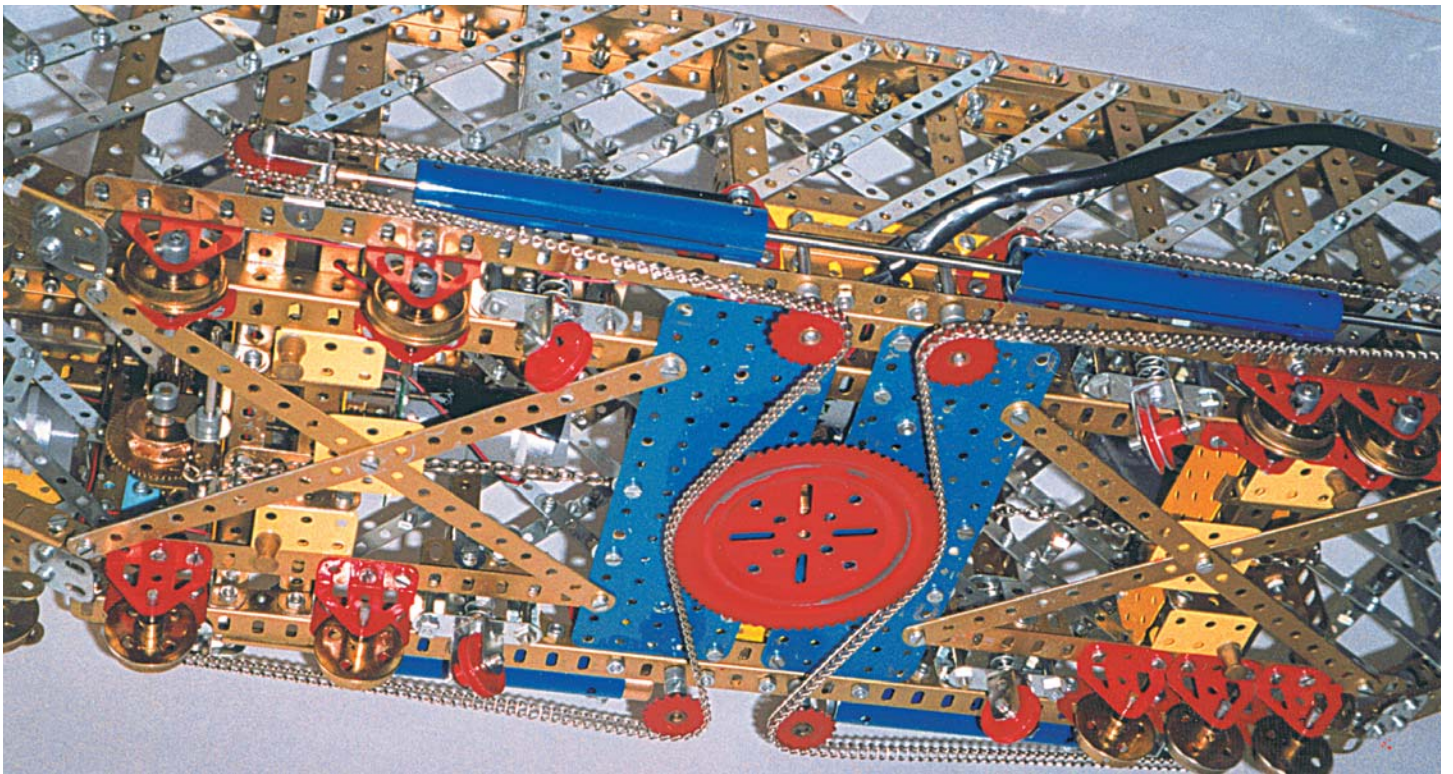
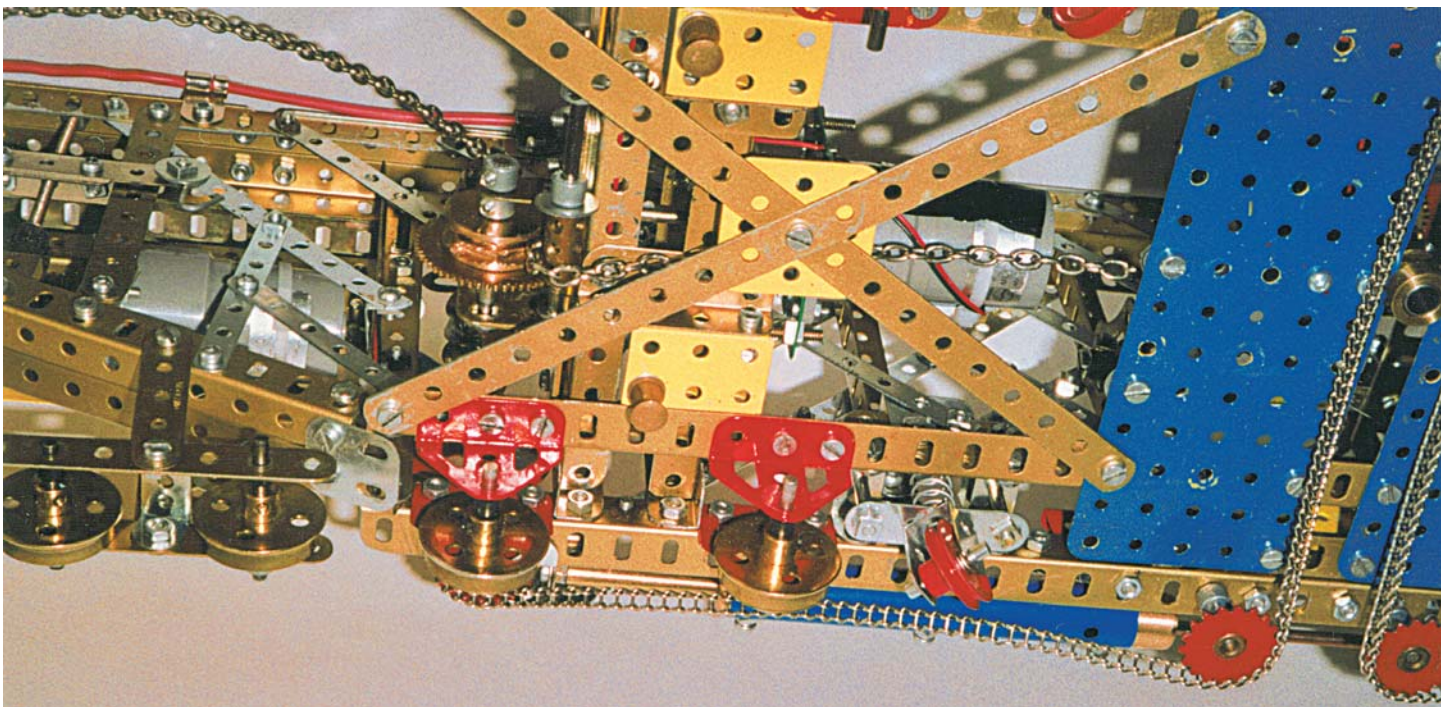
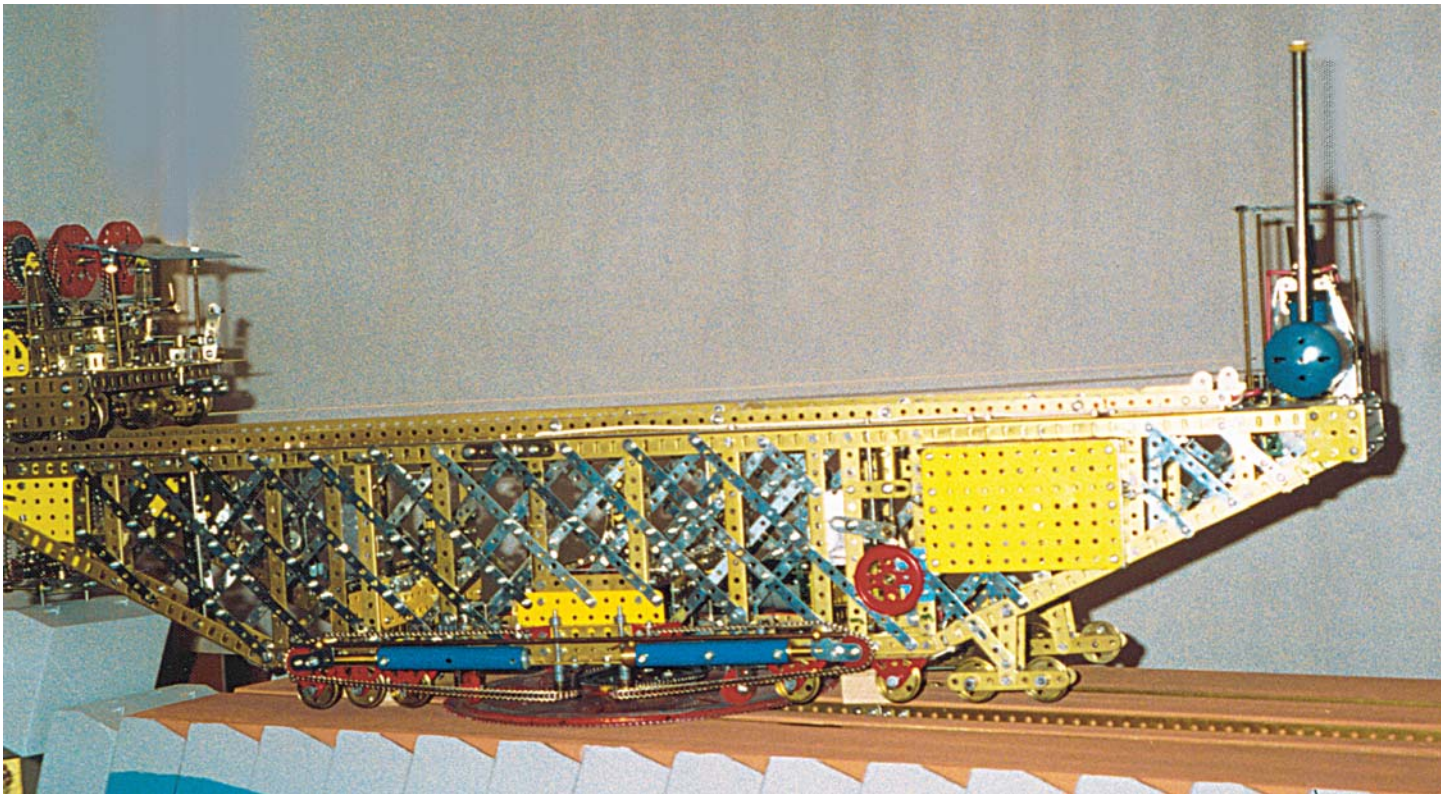
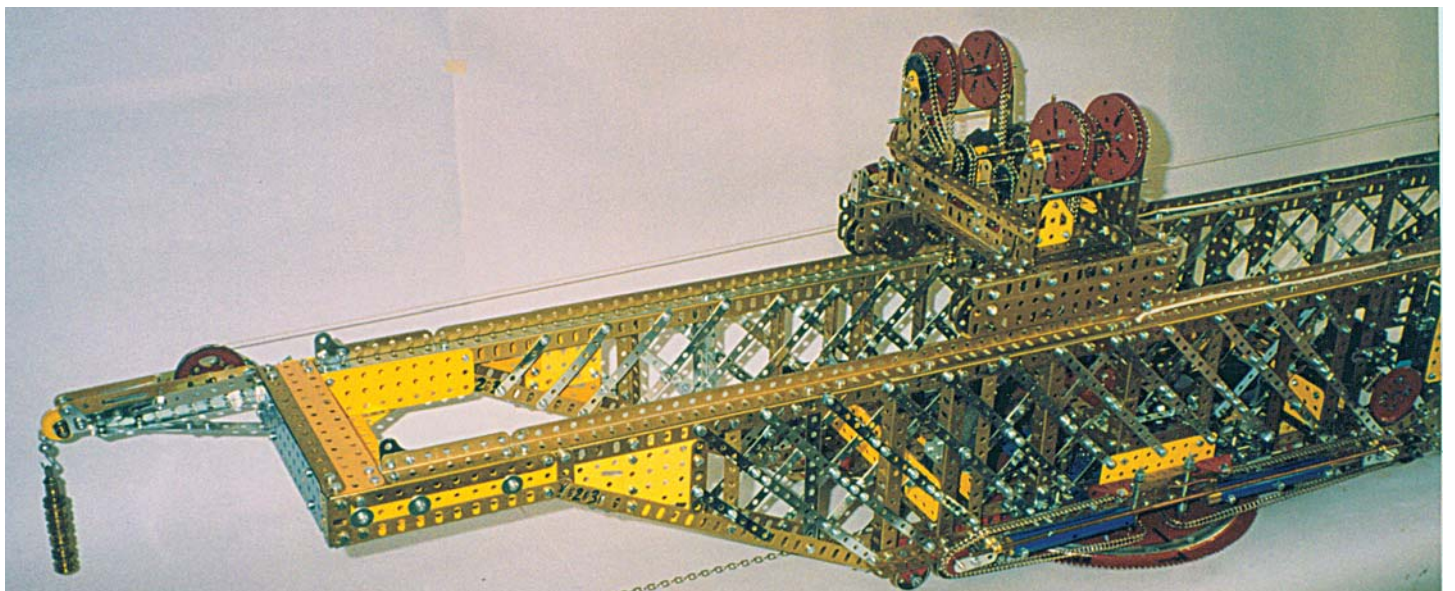

Figure 13
Figure 14
Figure 16
Figure 20
cano quatre tampons fixes visibles sur les figures 13 et 14, reposent sur des blocs en bois dont l'un est visible sous la grue (Fig. 16) sous la poulie n° 20a entre le socle brun et deux roues à boudin en laiton. Le bloc une fois suspendu et placé de manière que la grue soit pratiquement équilibrée au-dessus du vérin, ce dernier soulève l'ensemble (Fig. 12b).
Les blocs d'appui enlevés, le vérin laisse redescendre le tout afin que les roues supportant la rotation touchent la plaque d'appui (Fig. 14). Ces roues, poulies n° 22 en rouge, sont inclinées à 45° sur l'axe longitudinal de la grue (Fig. 13 & 14). Sur cette figure on voit, sous les roues, les ressorts supportant la grue. On peut alors faire pivoter grue et bloc à l'aide des vérins (Fig. 12c & 15 et en bleu sur les figures 13 & 19). Une fois la grue remise dans l'axe longitudinal de la jetée, elle est remise sur ses rails lorsque le vérin remonte en comprimant les ressorts des roues de guidage en rotation (Fig. 12d). La grue repose alors sur 14 roues à boudin (5 x 2 visibles Fig. 13 et 2 x 2 Fig. 16 à droite au-dessus des rails).
Une machine à vapeur auxiliaire, dont le volant est une poulie n° 20a visible Figure 16 & 19 sous l'angle gauche et bas de la plaque jaune, peut déplacer la grue en se tractant sur une chaîne (Fig. 14 en haut à gauche) qui s'enroule sur un
barbotin, (comme la chaîne d'ancre d'un navire). Ce barbotin sur la figure 14 est juste au-dessus de l'embase triangulée coudée de gauche.
La rotation autour de l'appui circulaire, pièce n° 167ag rouge, est assurée par quatre vérins (Fig. 13 & 15) dont les chaînes prennent appui sur la roue dentée n° 168b rouge, elle-même fixée sur la plaque d'appui. Notez que la chaîne tirée par un vérin de droite est relâchée par celui de gauche.
Le chariot n'est pas tiré le long de la flèche. La machine à vapeur principale (Fig. 16 à droite) entraîne une très longue courroie dont la poulie de tension est située à l'extrême gauche de la flèche (Fig. 20). La tension est assurée par un
- La petite machine à vapeur auxiliaire en tirant sur la chaîne (Fig. 14) fait rouler la grue à l'endroit de la jetée, calculé ci-dessus.